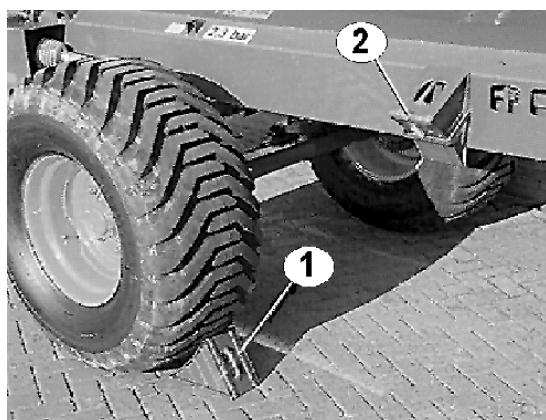

Рис. 15
- Уберите противооткатные упоры для колес и установите в крепежных приспособлениях (Рис. 15/2) на раме, а затем закрепите.